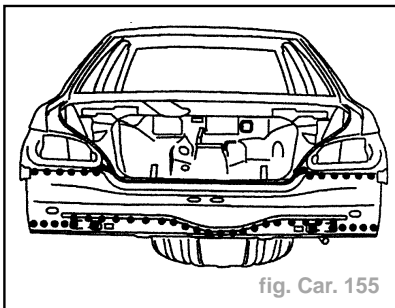

fig. Car. 155
- Souder par points électriques (avec l'équipement BA1) (fig. Car. 155).